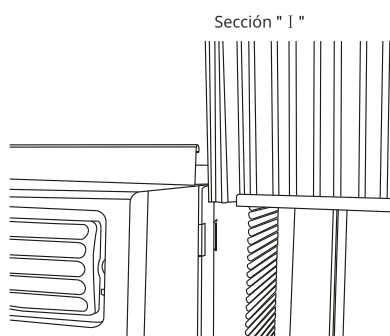

Fig.2
- B. Deslice el extremo libre de la sección "I" directamente en el gabinete como se muestra en la Fig. 2.